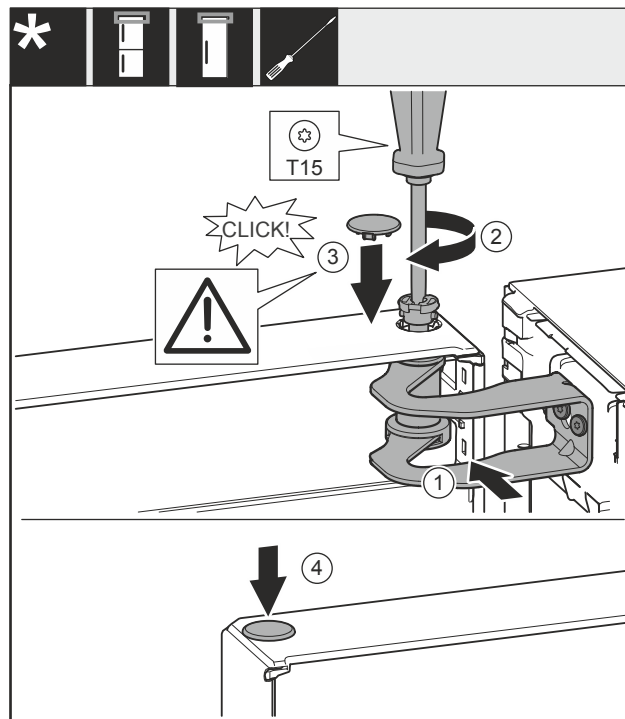

Fig. 24
- Aligner la porte sur l'ouverture du support de palier Fig. 24 (1).
- Insérer l'axe Fig. 24 (2) et le serrer avec un tournevis.
- Installer le couvercle Fig. 24 (3).
- Vérifier que le couvercle Fig. 24 (3) repose bien sur la porte.
- Installer le couvercle Fig. 24 (4).